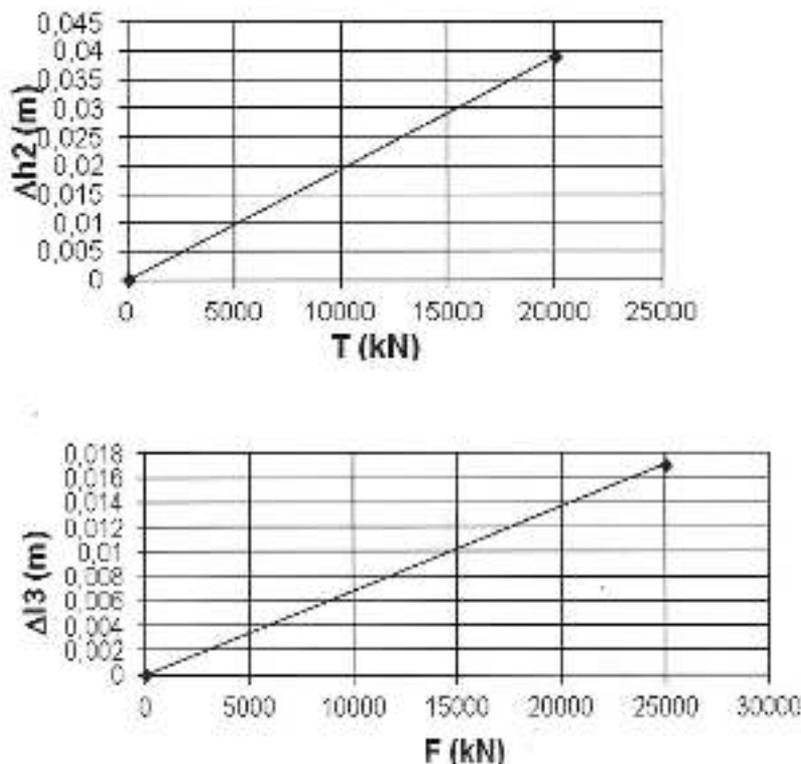

Figure 4: courbes expérimentales obtenues pour le matériau élastique linéaire isotrope
3) La taille de l'échantillon est telle que  $l_2 = 2l_1 = 20\text{cm}$  et  $l_3 = 15\text{cm}$ . Les courbes obtenues sont tracées figure 4. Quelles sont les valeurs du coefficient de Poisson «  $\nu$  » et du module d'Young «  $E$  » ?